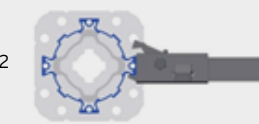

fig. 3
- B** Lock the clamp claw in the TF Alu Prop profile. Fig. 3
- B** Chiudere la pinza del morsetto sul profilo del puntello TF Alu Prop Fig. 3